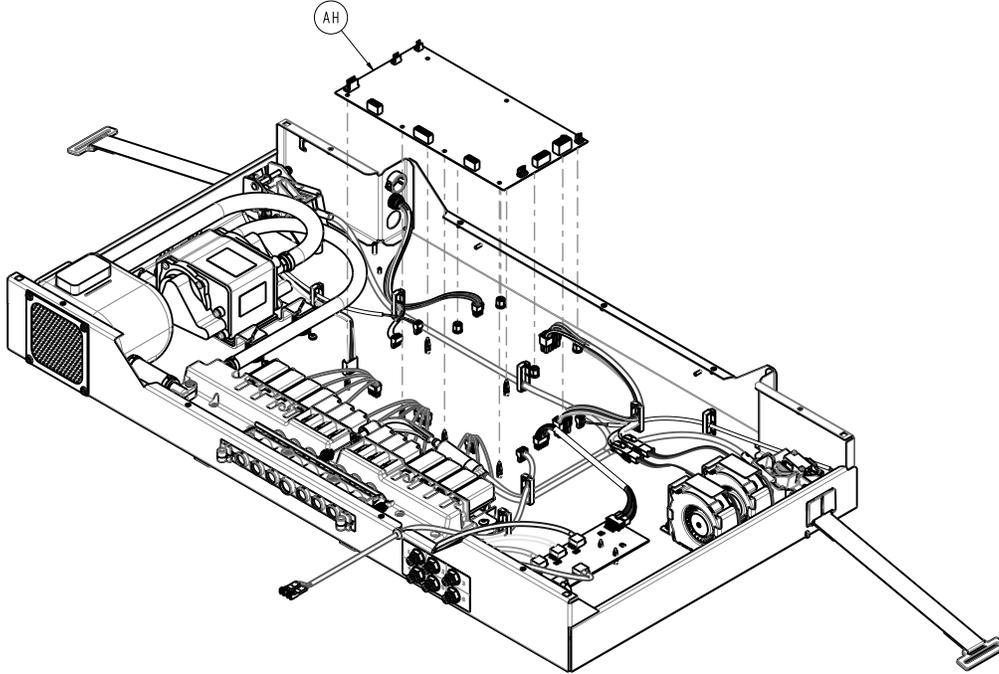

Figure 13 – Carte mère
2. Débrancher tous les câbles de la carte mère (AH) (Figure 13).